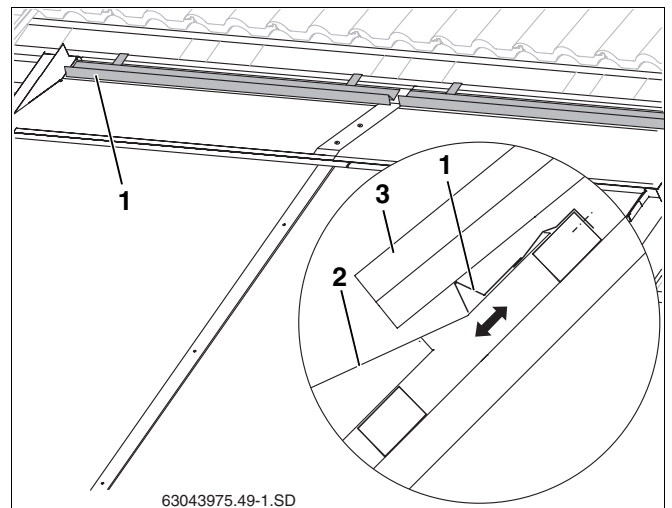

Fig. 60 Poser puis fixer le support des tuiles
- elle recouvre le plus possible la tôle de recouvrement (fig. 60, **pos. 2**) sans toutefois la toucher et
- Poser le support (fig. 60, **pos. 1**) selon la position calculée et fixer sur la latte.
- Poser les tuiles découpées (fig. 60, **pos. 3**).